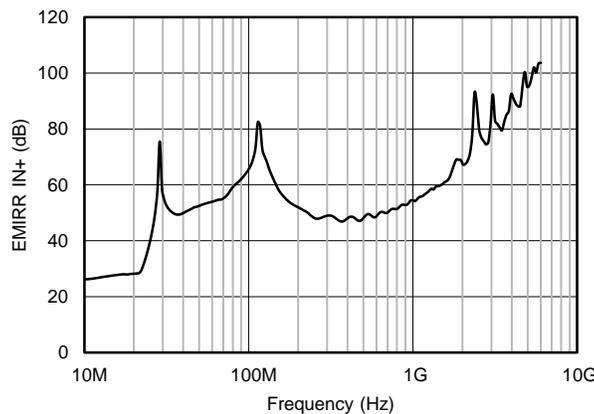

图 39. EMIRR 测试
OPAx189 使用集成电磁干扰 (EMI) 滤波来降低干扰源 (如无线通信设备以及混合使用模拟信号链和数字组件的高密度电路板) 产生的 EMI 干扰。利用电路设计技术可以提高 EMI 抗扰度; OPAx189 从这些设计改进中受益。德州仪器 (TI) 已经开发出在 10MHz 至 6GHz 宽频谱范围内准确测量和量化运算放大器抗扰度的功能。图 39 显示了对 OPAx189 执行此测试的结果。表 2 列出了在实际应用中经常遇到的特定频率下 OPAx189 的 EMIRR +IN 值。在表 2 中列出的应用可在下图给出的特定频率或其近似频率下运行。还可以在《运算放大器的 EMI 抑制比》(SBOA128) 中找到详细信息, 可以从 [www.ti.com](http://www.ti.com) 下载该文档。
OPAx189 的 EMIRR +IN 与频率间的关系图如图 39 所示。任何双路和四路运算放大器器件版本 (如果可用) 具有几乎相似的 EMIRR +IN 性能。OPAx189 单位增益带宽为 14MHz。低于该频率的 EMIRR 性能表示存在位于运算放大器带宽内的干扰信号。